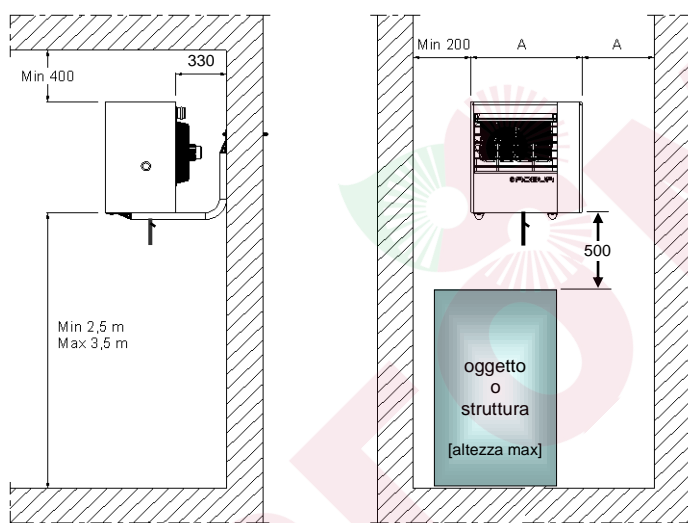

Рисунок 14 – Свободные расстояния
- расстояние между задней поверхностью воздушонагревателя и стеной должно быть таким, чтобы обеспечить отбор достаточного количества воздуха (мин. 330 мм). Минимальное расстояние от боковых стенок приведено на Рисунок 14 на странице 40.
- Рекомендуемая оптимальная высота от пола до основания воздухонагревателя - 2,5 - 3,5 м (смотри Рисунок 14 на странице 40). Высота менее 2,5 м не рекомендуется, так как выходной поток воздуха может попадать на людей и создавать дискомфорт. Кроме этого, по действующему законодательству при установке на высоте менее 2,5 м имеются дополнительные требования. Не рекомендуется устанавливать на высоте более 3,5 м, так как при этом аппарат не захватывает воздух из нижней части помещения, создавая риск застоя холодного воздуха рядом с полом.